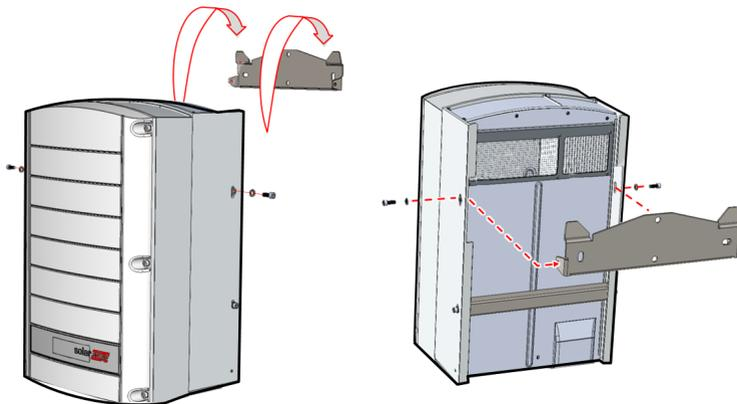

Figura 14: Appendere l'unità Synergy
- Per le unità Synergy di destra o di sinistra, inserire solo una vite attraverso il lato esterno (esposto) dell'unità e nella staffa. Serrare le viti con una coppia di 4,0 N*m (vedere la *Figura 14*).